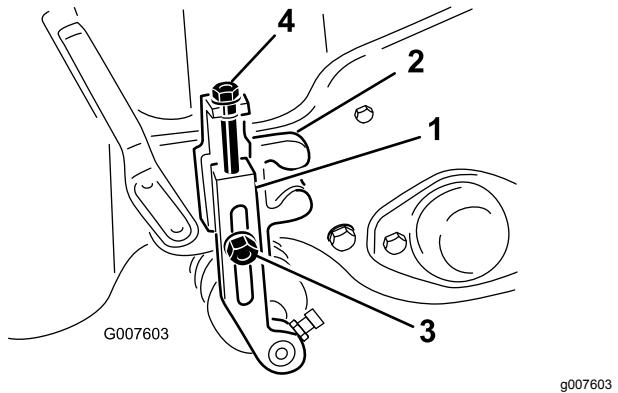

Bild 49
- Lösen Sie die Sicherungsmuttern, die die Schnitthöheneinstellarme zur Schnitthöheneinstellhalterungen festlegen (Bild 49).